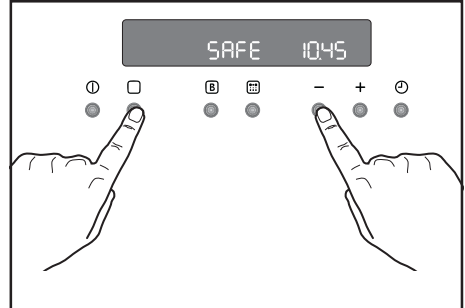

Fig. 13
- 2) Appuyez simultanément sur les touches □ et "+" et maintenez-les enfoncées pendant 3 secondes environ. Un signal sonore est émis et "SAFE" s'affiche à l'écran (Fig. 13).